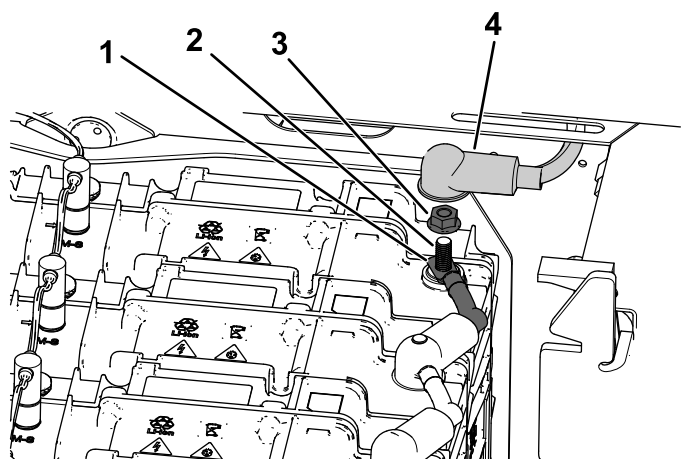

Figura 43
- Retire la tuerca con arandela prensada y el cable negativo (-) del borne de la batería (Figura 43).
1. Conecte el cable negativo (-) al borne de la batería usando la tuerca con arandela prensada (Figura 43).
2. Instale el protector del borne negativo (-) de la batería en el borne de la batería (Figura 43).